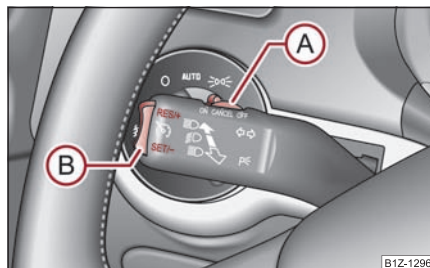

Fig. 152 Maneta: tasta basculantă și comutatorul sistemului de viteză de croazieră
- Apăsați comutatorul **(A)** ⇒ fig. 152 în poziția **ON**.
- Viteza memorată poate fi **mărită** fără acționarea pedalei de accelerație, prin apăsarea tastei **(B)** ⇒ pagina 128, fig. 152 în poziția **RES**.
pedalei de frână și după apăsarea scurtă a tastei **(B)** ⇒ pagina 128, fig. 152 în poziția **RES**.
- Apăsați comutatorul **(A)** ⇒ pagina 128, fig. 152 spre dreapta în poziția **OFF**. ■